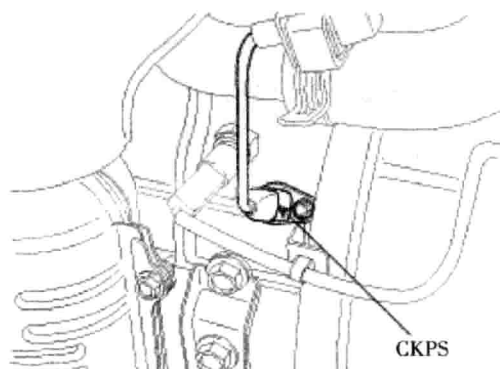

图 1-1-7 曲轴位置传感器 (CKPS) 位置图
- (7) 曲轴位置传感器 (CKPS) 位置图如图 1-1-7 所示。